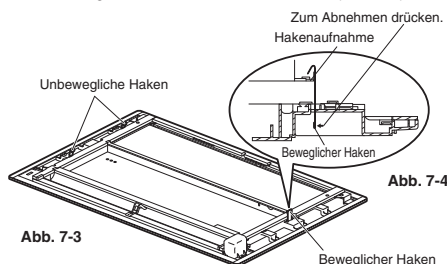

Abb. 7-4
- Zum Entfernen der Verkleidung diese abstützen und dabei den beweglichen Haken nach innen drücken. (Abb. 7-4)